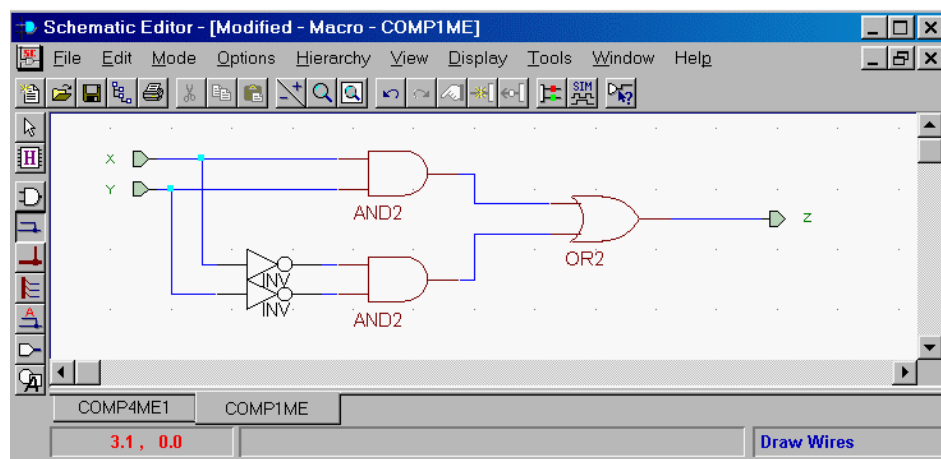

Figura 3.37.- Esquemático del comparador de 1 bit usado como macro.
2. No usamos IPADs o OPADs para los puertos de entrada y salida. Usamos terminales de E/S en su lugar para indicar las entradas y salidas. Realmente, si usamos el asistente, estos terminales ya se han añadido al esquemático. En el caso que creamos la macro a partir de un esquemático existente podemos añadir un terminal de E/S haciendo clic en el icono terminal E/S (conector jerárquico) a la izquierda de la barra de herramientas sobre la ventana SC Symbols. Se abrirá a continuación una ventana donde rellenaremos el nombre del terminal (p.ej. X, Y o Z) e indicaremos si se trata de entrada o salida. Tener cuidado de asignar la dirección correcta para entradas y salidas. La figura 3.37 muestra el esquemático completado del comparador de 1 bit.